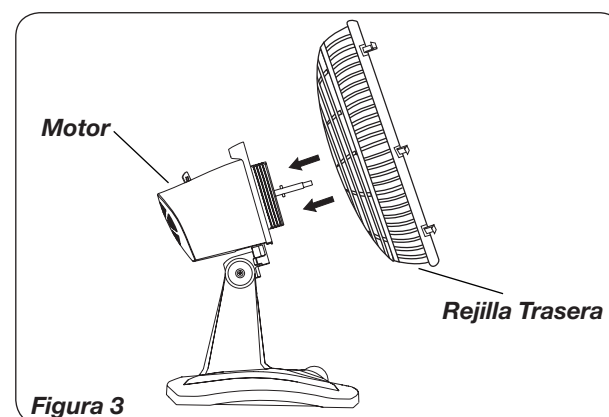

Figura 3
3. Inclinar la cabeza del ventilador hacia atrás. Coloque la **Rejilla Trasera** en el **Motor**. (La marca UP indica la parte superior.) (Figura 3)